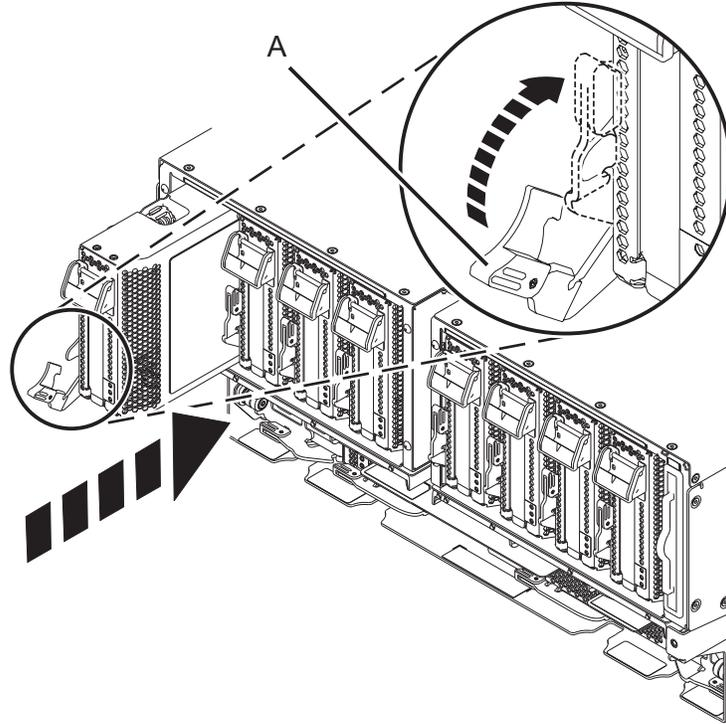

Figura 9. Instalar uma cassetete do adaptador PCIe no sistema
- a. Com a pega da cassete (A) na posição de aberto, segure no adaptador com cuidado pelas extremidades e, em seguida, alinhe a cassete do adaptador com a ranhura. Consulte Figura 9 na página 9.
- c. Quando a cassete estiver totalmente inserida na ranhura, rode a pega terracota da cassete (A) na direção mostrada na Figura 9 na página 9, para bloquear a cassete do adaptador na ranhura.